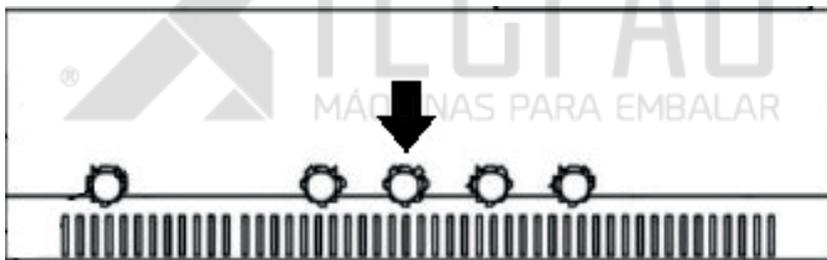

Figura 3
D. Para ajustar a roda de ligação, utilize o manípulo destacado. (figura 3)